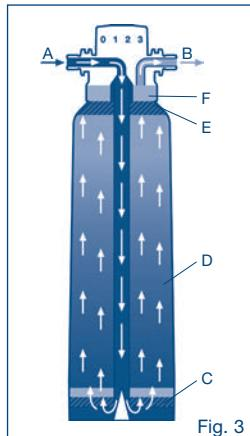

Fig. 3
L'acqua del rubinetto (A) scorre verso la cartuccia filtrante (Fig. 3). Nella sezione (C) le particelle vengono rimosse tramite un prefiltrato e grazie al carbone attivo vengono eliminati odori e sostanze sgradevoli, come ad esempio il cloro. In seguito, l'acqua viene decarbonizzata (D) tramite lo scambiatore di ioni, lavorata con il carbone attivo (E) e infine filtrata (F).